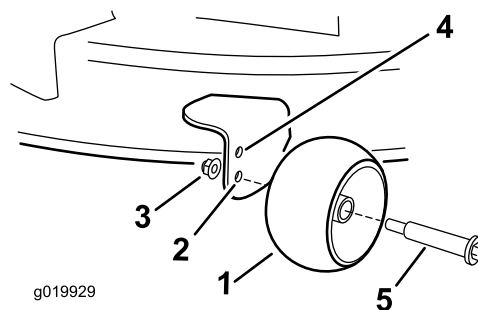

Figura 31
- Foro superiore – utilizzare questa posizione con il piatto di taglio a un'altezza di taglio di 63 mm e inferiore (Figura 31).
- Foro inferiore – utilizzare questa posizione con il piatto di taglio a un'altezza di taglio di 76 mm e superiore (Figura 31).